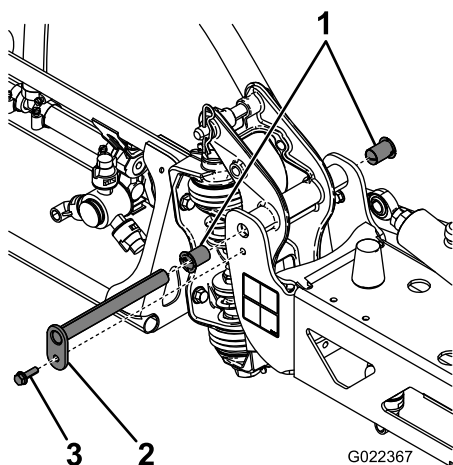

Рисунок 63
3. Поддерживая стрелу, отверните болт и гайку крепления оси поворота к узлу стрелы (Рисунок 63).
4. Отверните болт и гайку, которые крепят ось поворота, и снимите ось поворота (Рисунок 63).
6. Снимите и осмотрите нейлоновые втулки с передней и задней сторон кронштейна шарнира (Рисунок 63).
7. Нанесите небольшое количество масла на нейлоновые втулки и установите их в кронштейн поворота (Рисунок 63).
8. Установите стрелу и кронштейн поворота в сборе в центральную раму, совместив отверстия (Рисунок 63).